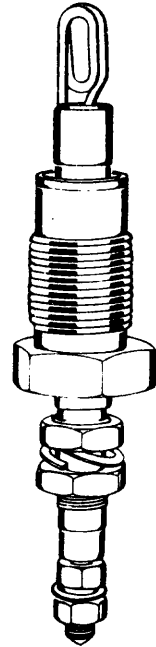

Fig. 1
*I - Bujías incandescentes (fig. 1).*